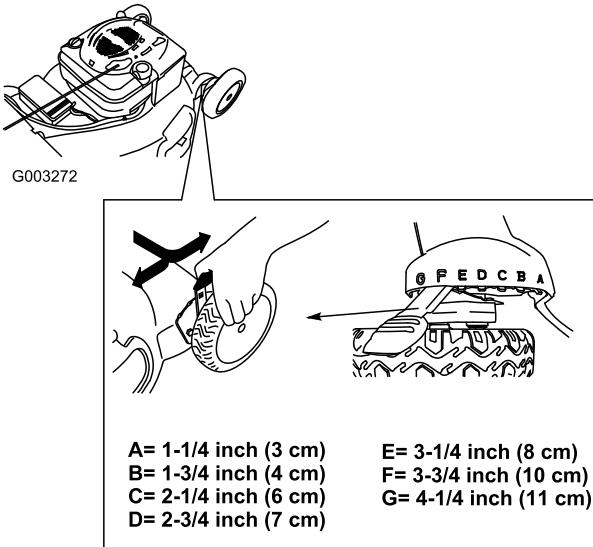

Figura 13
**Nota:** Para elevar el cortacésped, mueva las 4 palancas de altura de corte hacia adelante; para bajar el cortacésped, muévalas todas hacia atrás (Figura 13).